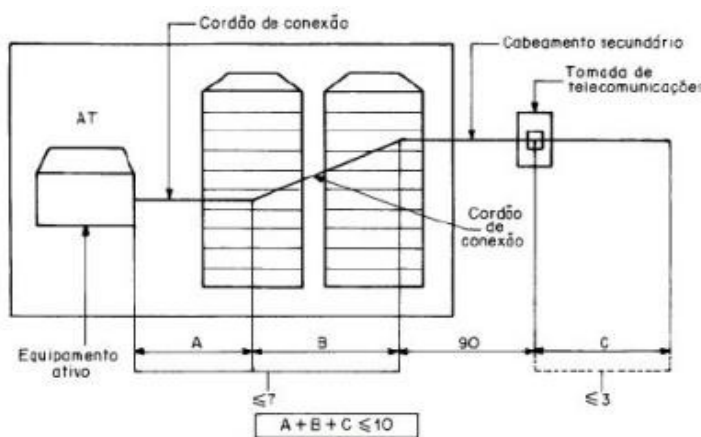

Fig. 1 – Distâncias Admitidas Segundo a Norma TIA/EIC 568 A/B.
Como apresentado na Tab. 1, as distâncias máximas estabelecidas na Norma devem ser respeitadas. A Fig. 1 esboça alguns dos elementos presentes no Armário de Telecomunicações (AT), ou seja, espaço destinado à transição entre o caminho primário e o secundário, com conexão cruzada, podendo abrigar equipamento ativo em um sistema de cabeamento estruturado.